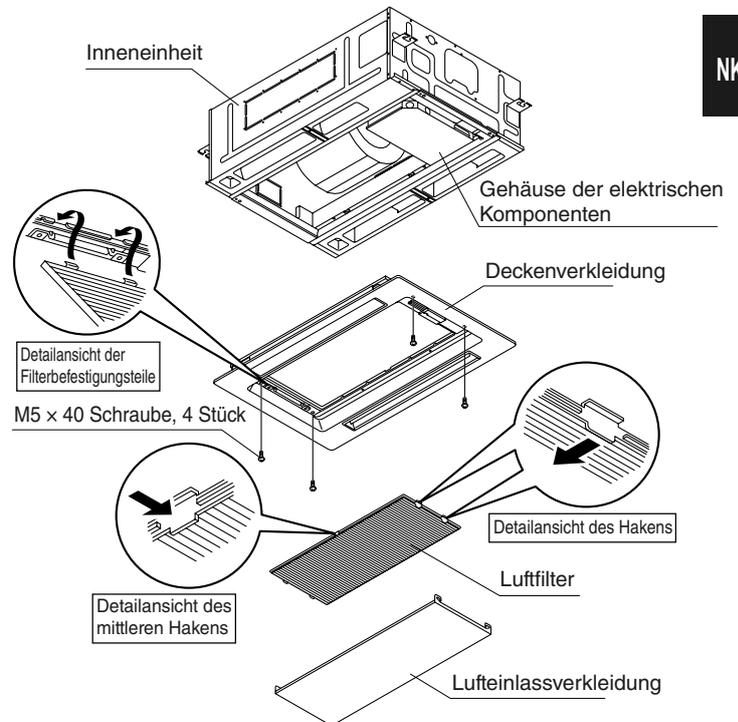

Abb. 9-15
Den Haken mit dem Finger drücken und den Luftfilter abnehmen. (Abb. 9-15)
- (2) Die Deckenverkleidung an die Inneneinheit montieren. (Siehe Abb. 9-15. Die Buchse befindet sich am Gehäuse der elektrischen Komponenten.)